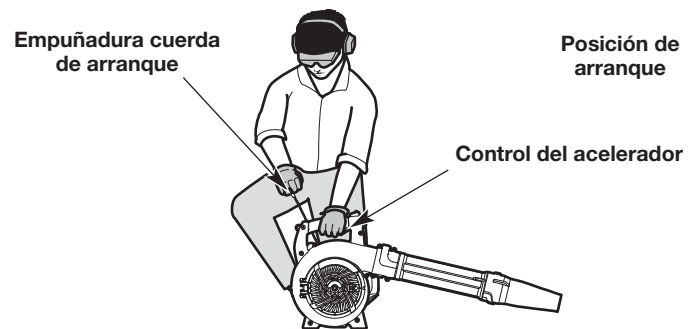

Fig. 13
ADVERTENCIA: Se debe evitar arrancar accidentalmente la unidad. A fin de evitar que se produzcan lesiones graves, el operador y la unidad deben estar en una posición estable cuando se jala la cuerda de arranque (Fig. 13).
3. Agacharse en la posición de arranque (Fig. 13).
5. Tire de la cuerda de arranque con un movimiento firme y controlado **5 veces** (Fig. 13).